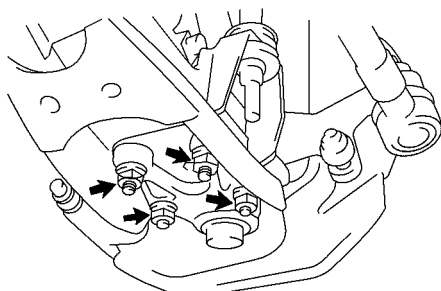

图 14-97 从下悬架臂脱开下球窝节和支承杆
1) 旋下 4 个螺母，从下悬架臂脱开下球窝节和支承杆，如图 14-97 所示。